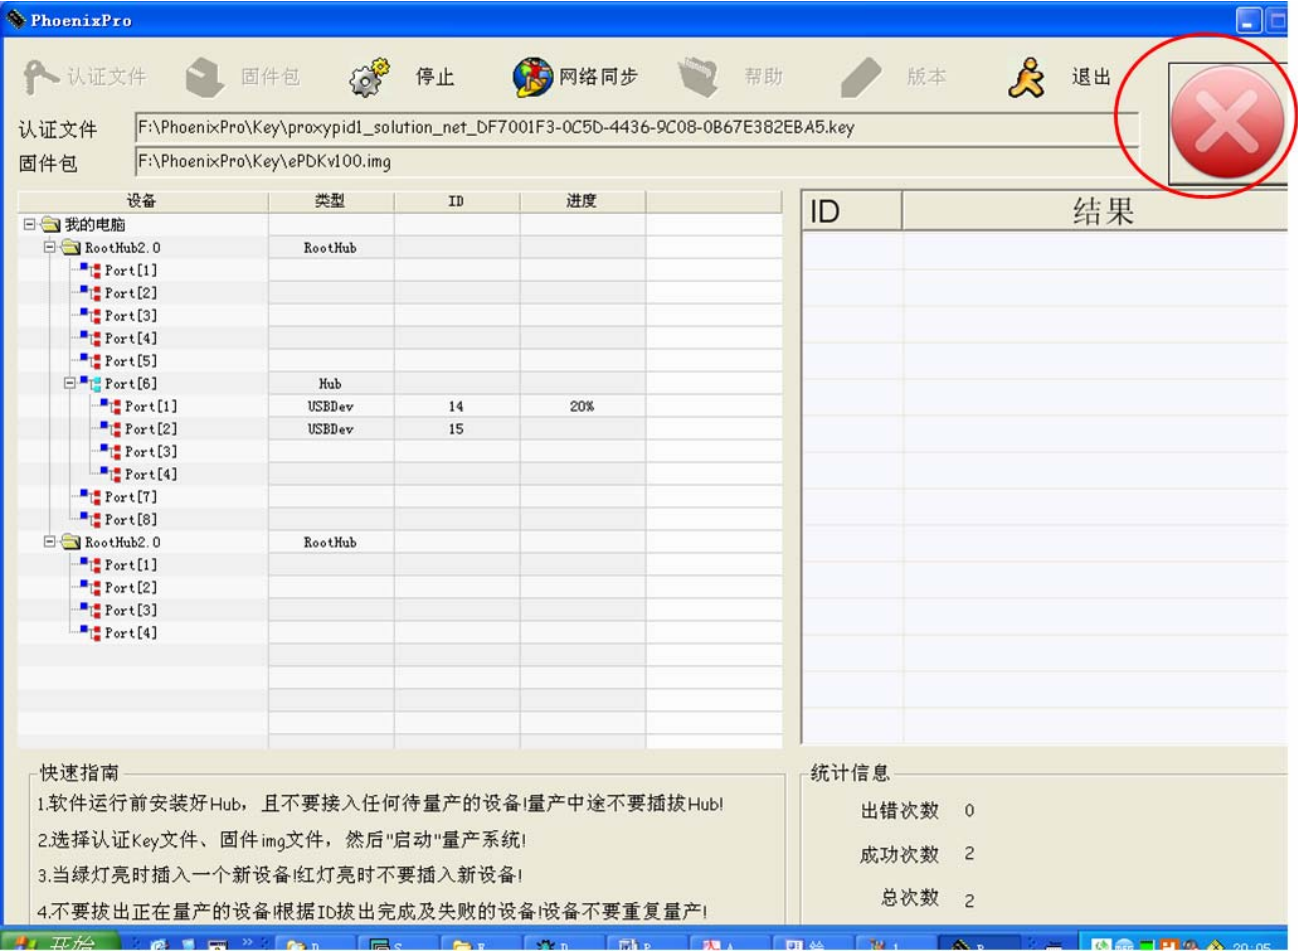
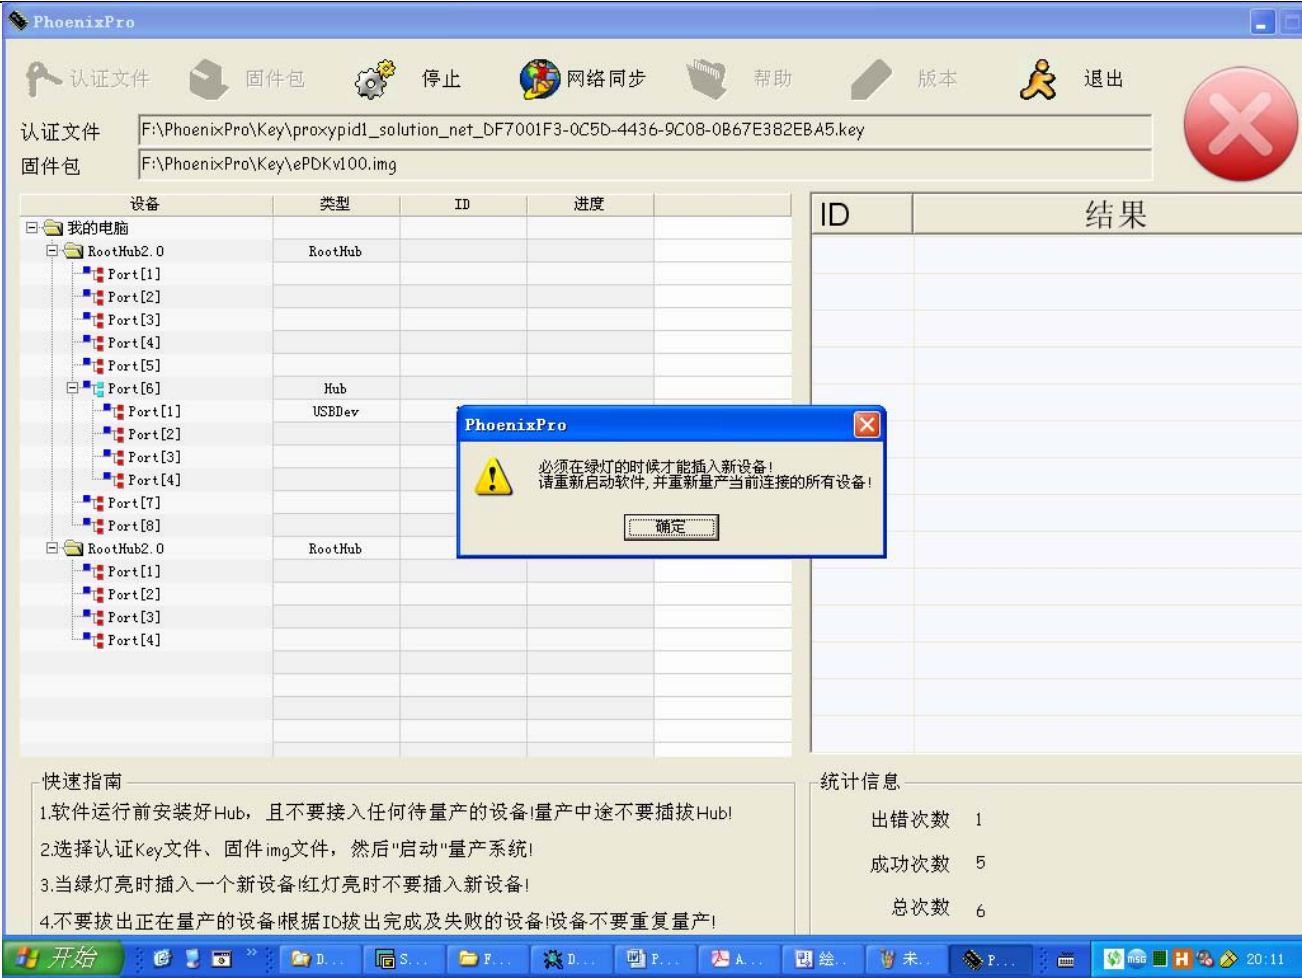

图 3.12 正在连接新设备
图 3.13 量产软件报错截图
- ①  表示可以加入新设备，此时可以插入 一台新设备。  表示此时不可以加入新设备，此时系统进行准备工作。
- ② 用户每次必须在指示灯变为  时，再插入设备。
- ③ 新设备正在连接过程中，不允许插入另外一台设备，如图 3.12 所示。如果在指示灯变为  时插入 USB 线，量产软件会报错，并且自动退出，如图 3.13 所示，此时需要重新启动量产软件。